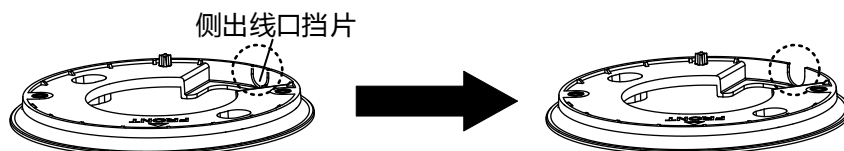

图1-1 拆卸侧出口挡片
- 侧出线适用于各类墙面，线缆沿墙面，方便维护。安装前，需使用钳子将转接盘上的侧出线口挡片去除，如图 1-1 所示。